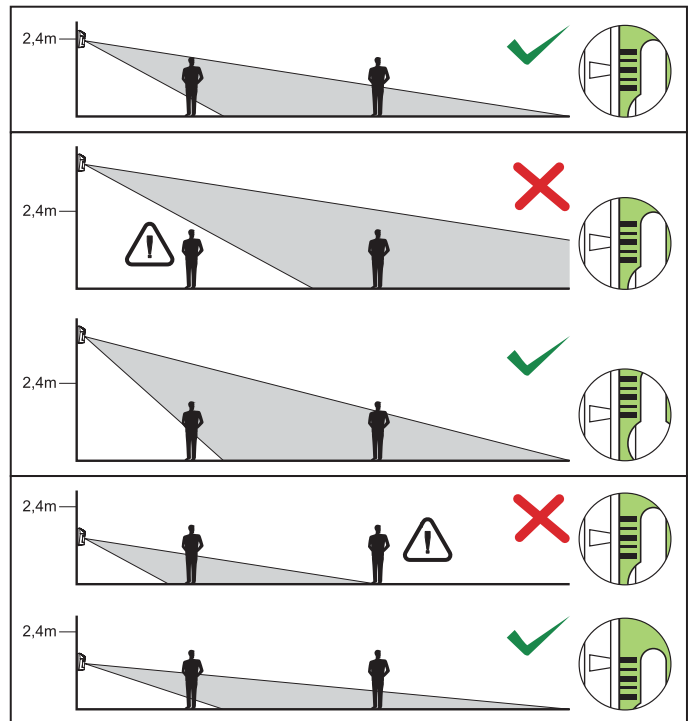

Рис. 3. Влияние высоты монтажа на защищаемую извещателем зону и способ позиционирования пирозлемента по отношению к линзе с целью оптимальной установки.
7 – градуировка для позиционирования пирозлемента по отношению к линзе (см.: таблицу 1 и рисунок 3).
6. Закрепите плату электроники, учитывая высоту монтажа извещателя (см.: таблицу 1 и рисунок 3).